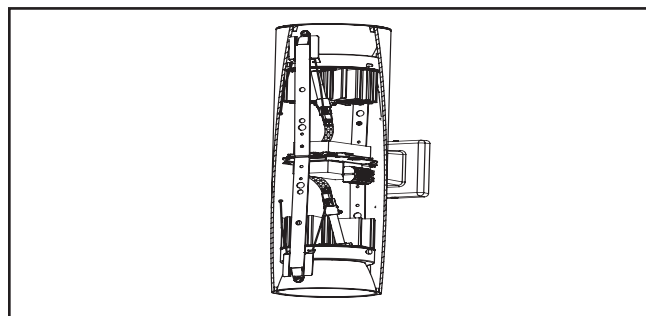

Figura 8.
6. Instale el motor de la luminaria LED y la unidad de la moldura insertando los muelles de torsión en los receptores del muelle ubicados dentro del alojamiento (Figura 8.).